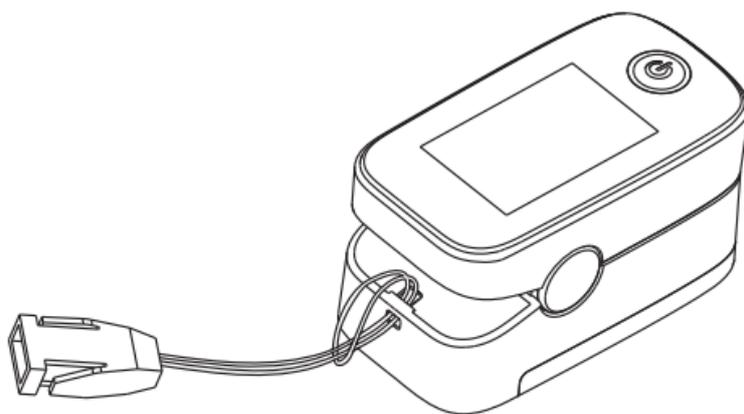

Figura 3 Installazione del cordino
- Passare l'estremità più spessa del cordino attraverso l'estremità più sottile e stringere il cordino (Figura 3).